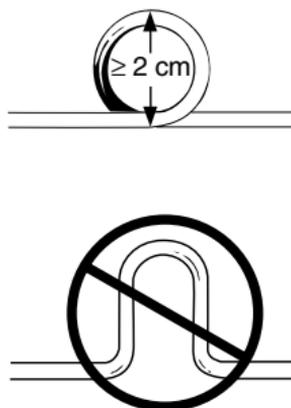

Figure 5. Enroulement de la longueur excédentaire d'électrode.
- Enrouler la longueur excédentaire du corps de l'électrode dans une boucle circulaire supérieure à 2 cm de diamètre. Ne pas former une boucle en U ni une courbe (Figure 5). Une boucle circulaire réduit la probabilité et les effets des interférences électromagnétiques et évite d'endommager ou de tordre le corps de l'électrode.